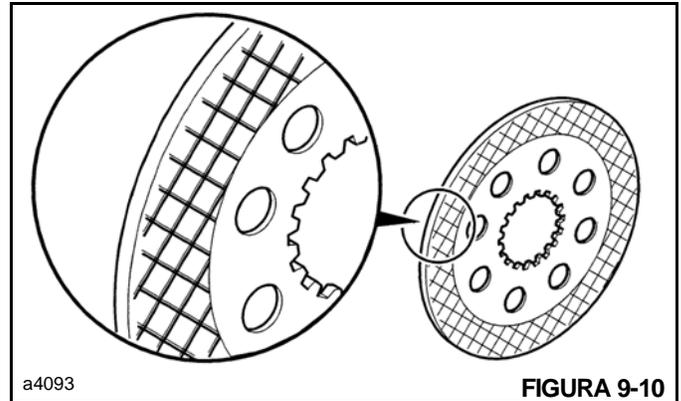

FIGURA 9-10
5. O limite de desgaste das placas de atrito é até a profundidade da área hachurada Figura 9-10. Verifique a planicidade e se há danos em todas as placas. (É normal o desgaste e o polimento nas contraplacas). Substitua completamente o conjunto do freio se estiver desgastado ou danificado. Não substitua placas individuais.